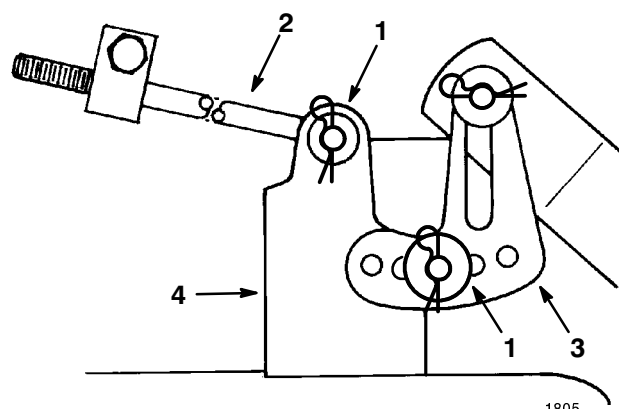

Figure 51
5. Enlevez la goupille fendue et la rondelle de l'une des pattes de mise à niveau (Fig. 51). Pour mettre les lames de niveau, fixez la patte de mise à niveau dans un autre trou à l'aide de la rondelle et de la goupille fendue (Fig. 51). Utilisez un trou plus en avant pour réduire la hauteur de ce côté, ou un trou plus en arrière pour l'augmenter. Répétez la procédure de l'autre côté de la tondeuse.